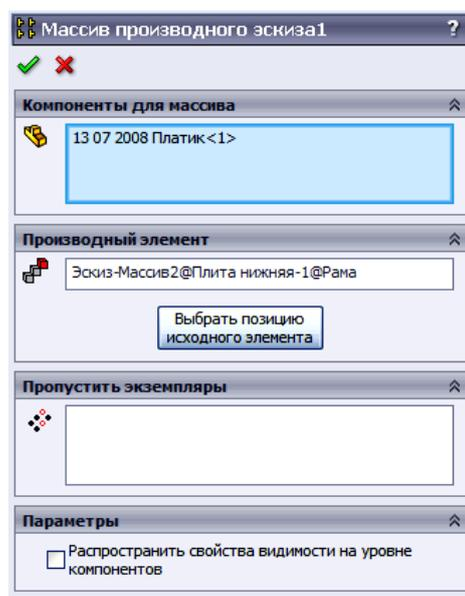
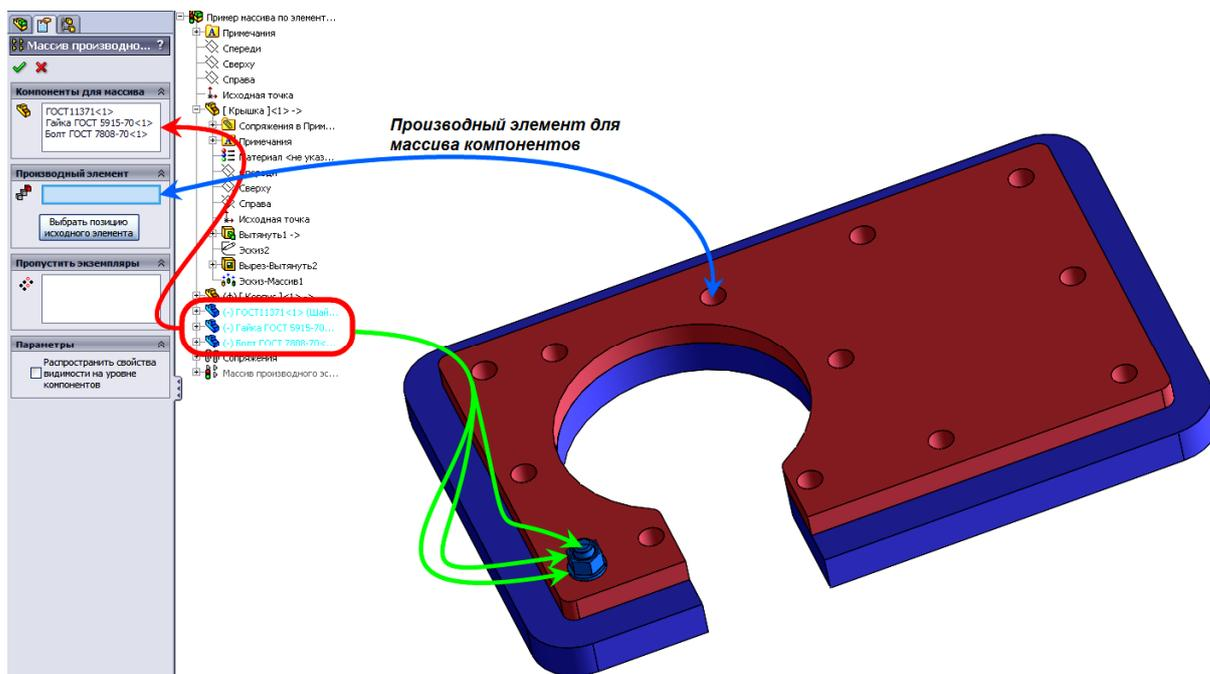
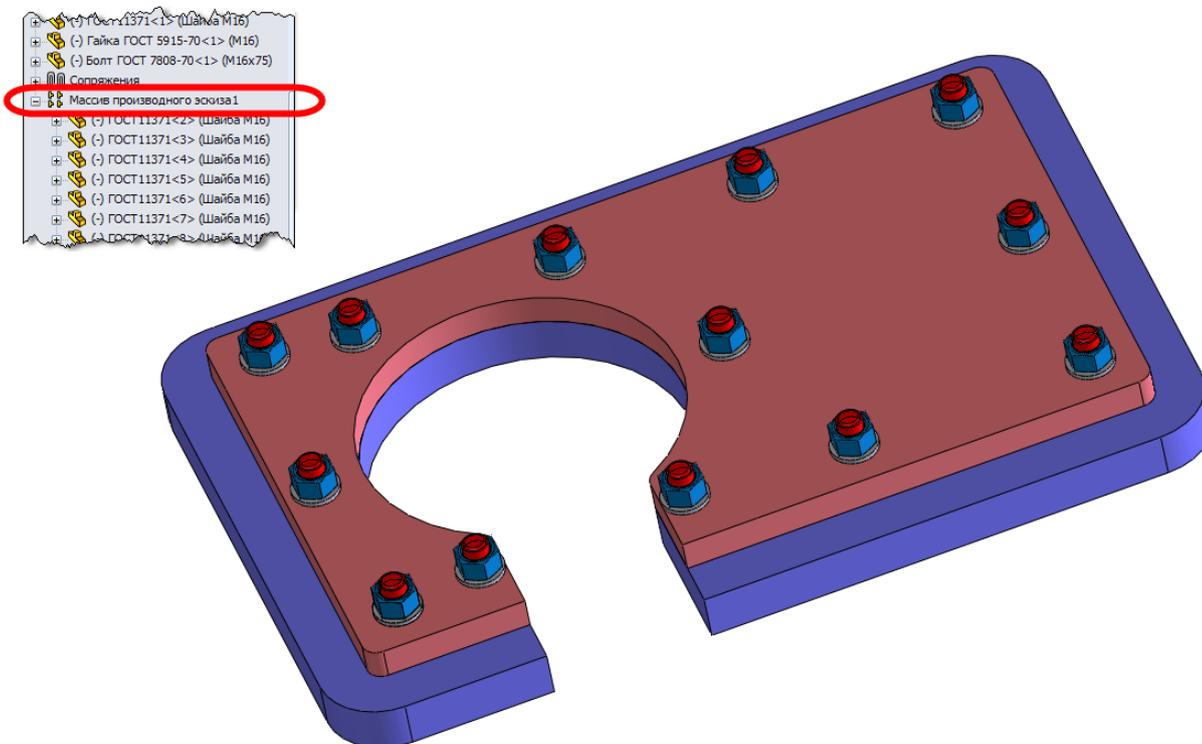
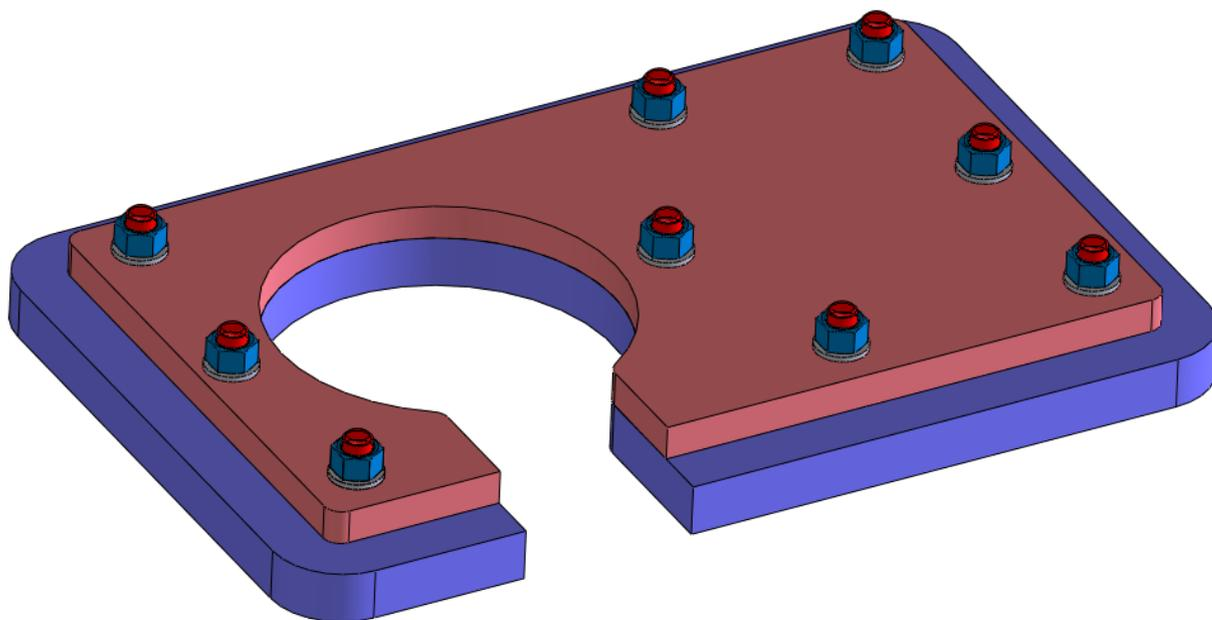

Рис. 11.90 Менеджер свойств Массива компонентов, управляемых элементами массива детали
Рис. 11.91 Выбор компонентов и производного элемента для управления массивом
Рис. 11.92 Массив компонентов, управляемых элементом массива в корпусной детали изделия (см.рис.11.88)
Рис. 11.93 Отредактированное изделие
2. В открывшемся *Менеджере свойств* (рис.11.90), в окне панели **Компоненты для массива**  нужно, непосредственным выбором из **Графической области** указать первоначальные компоненты, подлежащие копированию.
3. В окне панели **Производный элемент**  (рис.11.90) нужно выбрать (желательно заранее определенный) элемент массива в *Дереве конструирования* базовой детали (рис.11.91), где имеется интересующий нас массив элементов (ранее создаваемый при помощи *Массива элементов, управляемых эскизом*) или грань экземпляра массива в **Графической области**.
**Примечание:** Чтобы изменить расположение исходного элемента, нажмите кнопку *Выбрать позицию исходного элемента* (см.рис.11.90) и выберите другой экземпляр массива для использования в качестве исходного элемента в **Графической области**.
8. Для того, чтобы пропустить не нужные для копирования экземпляры, активизируйте окно *Пропустить экземпляры*  (см.рис.11.90) в одноименной панели *Менеджера свойств* и выберите предварительный вид экземпляра в **Графической области**.
9. Нажав клавишу **ОК**, предварительный вид копируемых массивом компонентов преобразуется в твердотельное их представление (рис.11.92), а в *Дереве конструирования*, после списка сопряжений компонентов, появится новая папка – *Массив производного эскиза*, содержащая все скопированные массивом компоненты.
В рассматриваемых на рис.11.91 и рис.11.92 примерах, управляемый элементами эскиз был выполнен на детали *Крышка*. Удалив точки эскиза, определяющие положение отверстий в деталях *Крышка* и *Корпус*, а, соответственно, количество и положение компонентов массива – их крепежных элементов в базовом массиве мы сможем изменить общий вид изделия (рис.11.93).
Не трудно заметить, что удаление некоторых точек управляющего эскиза убирают с поверхности сопрягаемых деталей не только компоненты массива (см.рис.11.92), но и отверстия (см.рис.11.91), ранее предусматриваемые для них в деталях.